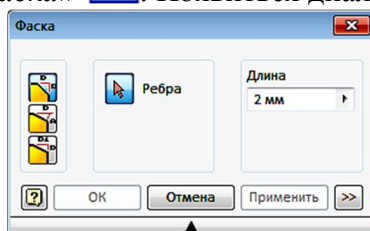

Рис. 1.34. Диалоговое окно «Фаска»
29. Выберите команду «Фаска» . Появится диалоговое окно «Фаска» рис. 1.34.